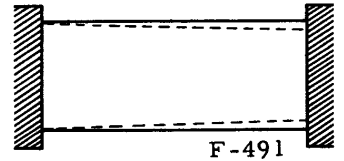

Fig. 58.- Conicité du vilebrequin
- A chaque extrémité d'une portée ou d'un maneton, mesurez le diamètre moyen (moyenne entre le plus grand diamètre et le plus petit diamètre). La différence entre les diamètres moyens est la conicité (fig. 58).